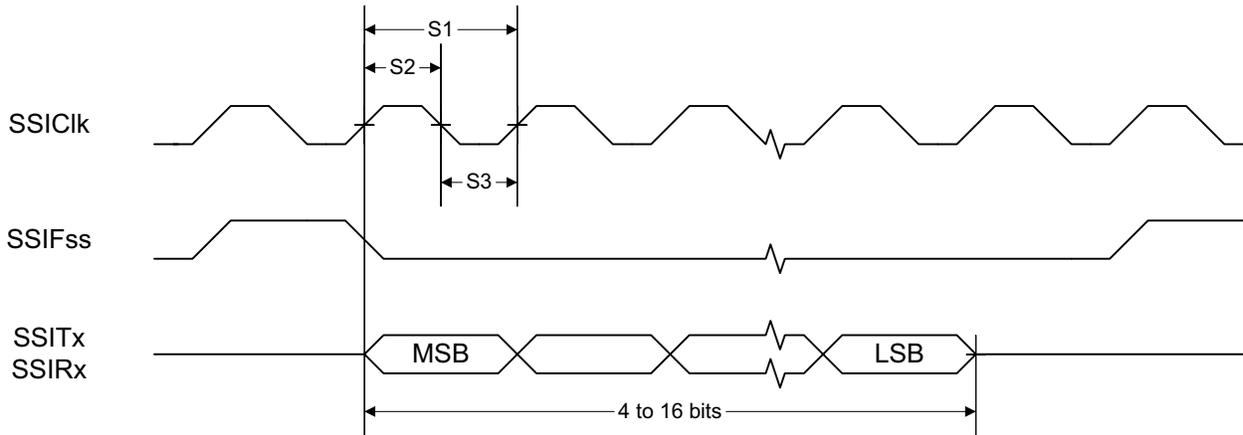
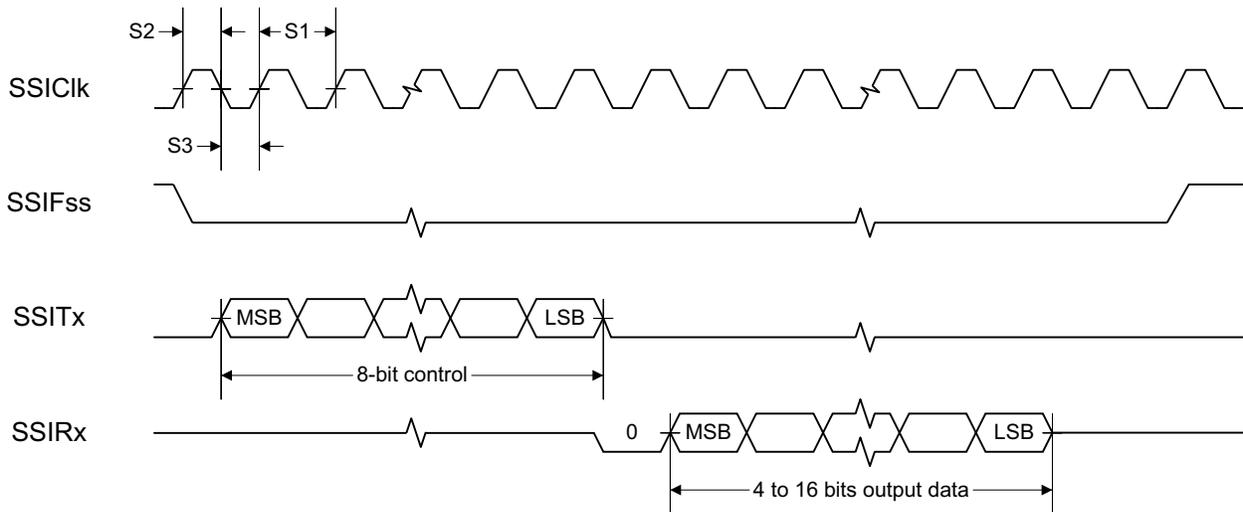
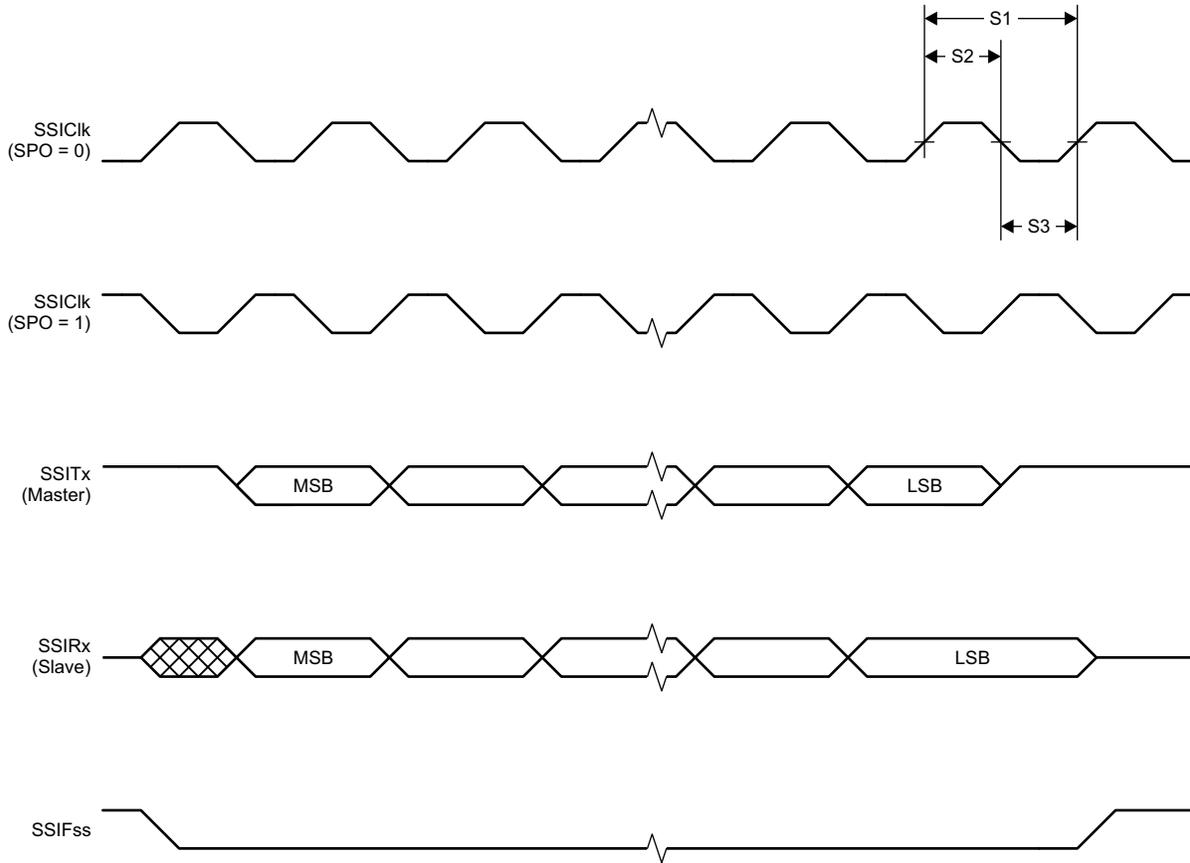

図 7-1. TI フレーム フォーマット (FRF = 01) の SSI のタイミング、シングル転送タイミング計測
図 7-2. MICROWIRETI フレーム フォーマット (FRF = 10) の SSI のタイミング、シングル
図 7-3. SPI フレーム フォーマット (FRF = 00) の SSI のタイミング、SPH = 1
- (1) SSI のタイミング図 図 7-1、図 7-2、および図 7-3 を参照してください。
- (2) TI が提供するパワー ドライバを使用する場合、SSI システム クロックは常に 48MHz になります。